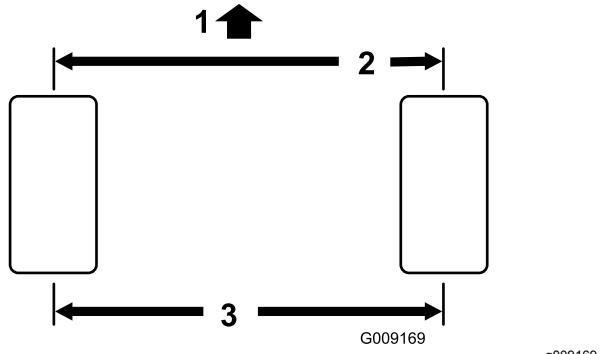

Figura 61
1. Meça a distância de centro a centro (à altura do eixo) na zona dianteira e traseira dos pneus da direção (Figura 61).